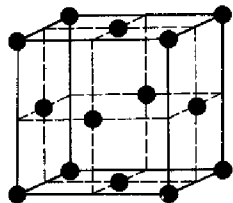

Рис.1.
1. Назвать тип кристаллической решетки металла (см. рис.1).